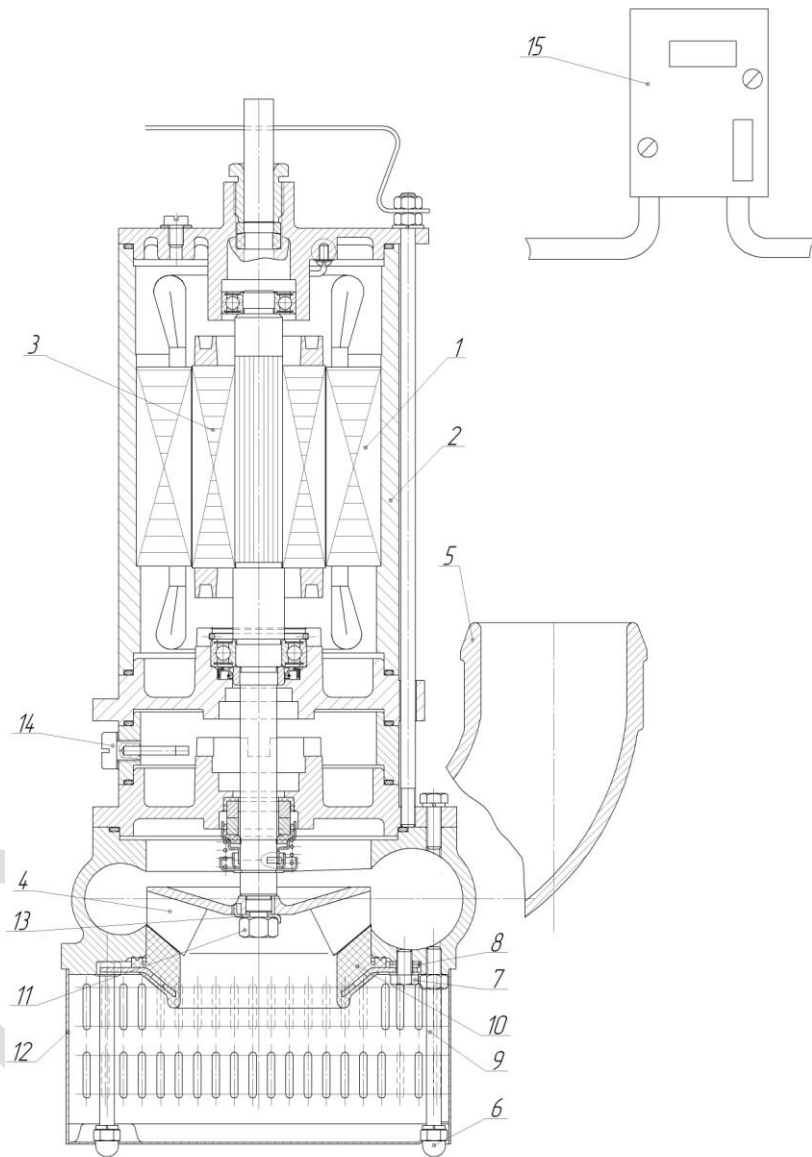

Рис. 1
4. УСТРОЙСТВО И ПРИНЦИП РАБОТЫ (Рис.1)
Примечание. Автоматический выключатель типа ВА 101-3 приобретается отдельно (Рис.1 поз.15).
СТАТОР (рис. 1, поз.1) – пресованный активный пакет железа, заключенный в гильзу (поз.2).
- 6.3. Проверить уровень масла. Для этого необходимо открутить пробку с щупом (рис.1 поз.14) и убедиться, что уровень масла находится не ниже риски.